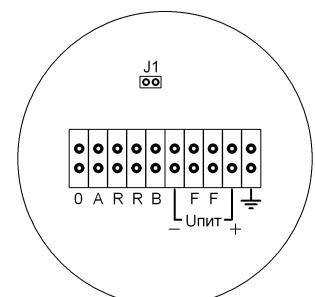

Рисунок 3. Плата клемм оповещателя ЭКРАН-ИНФО.
9.19 Каждый оповещатель необходимо заземлить используя внешний винт заземления (8) (рисунок 1 приложение А) или клемму защитного заземления на плате клемм (рисунок 3).